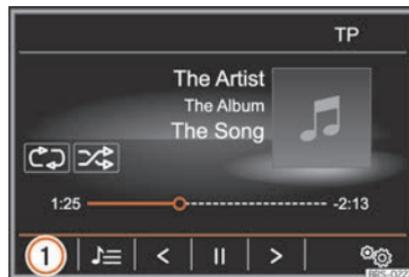

Fig. 212 Menu principal MEDIA
- Dans le menu principal **MÉDIA**, appuyez sur la touche de fonction »» **fig. 212** ① puis sur **AUX**.